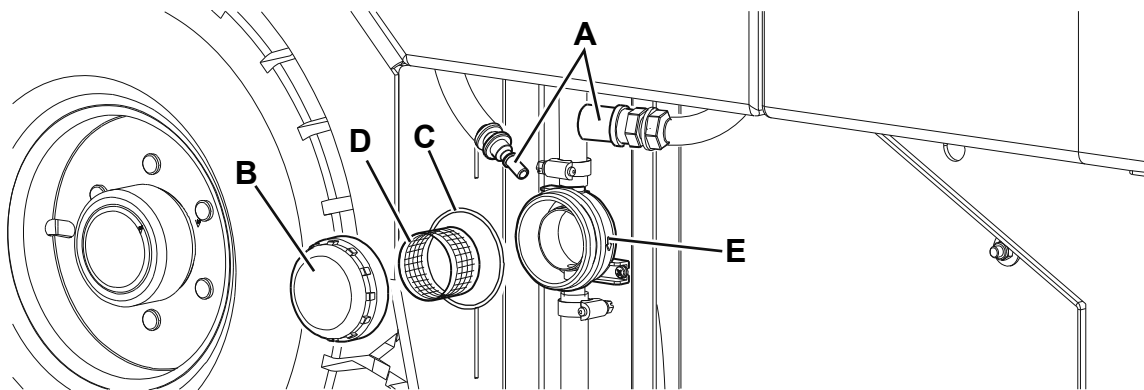

Figure 7
1. Amener la machine sur un sol plat, activer le frein de stationnement et tourner la clé de contact (57) sur "O".
2. Dégager le raccord rapide (A, Fig. 7) du réservoir.
3. Démonter le panneau gauche (2) pour rejoindre le filtre à eau (30).
4. Enlever le couvercle transparent (B) avec le joint (C), puis enlever le filet filtrant (D). Les nettoyer et les reposer dans le support (E).